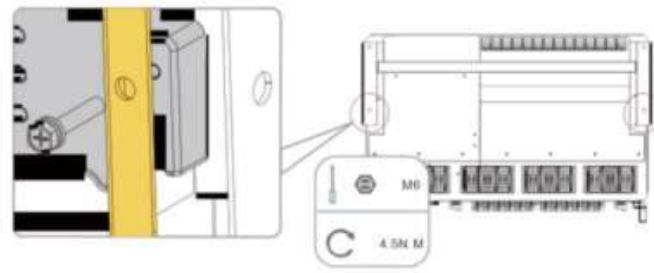

Fig. 4-14 Fijado del inversor
- 7) Fije el inversor con dos tornillos M6x35 (Fig. 4-14).
8) Fije el inversor con tornillos (Fig. 4-14).